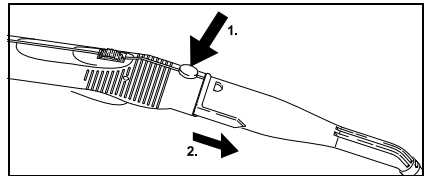

Abb. 9
- Zum Trennen der Zubehöerteile die Entriegelungstaste (C2 bzw.G2) drücken und die Teile auseinander ziehen (siehe Abb. 9).